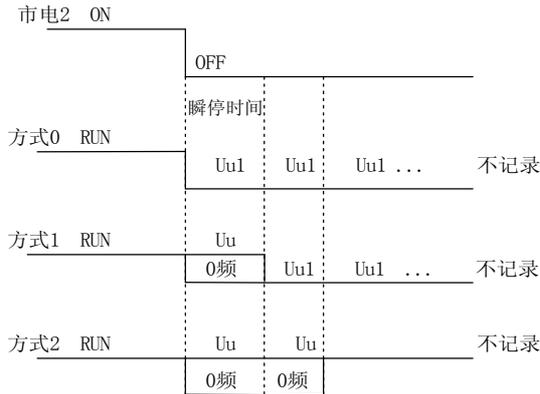

图 5-1-7 瞬停处理
- ◆ 如停机时出现欠压，则只告警 Uu，此时电机启动不起来。如图 5-1-7 所示：
- ◆ 如运行时出现欠压，报 Uu 或 Uu1，如图 5-1-7 所示；发生 Uu 时，封锁脉冲，进入 0 频运行。恢复，则 Uu 消失；发生 Uu1 时，则停机，如继续降电压至 300V 以下，则不作为故障记录，也不作为故障输出，如恢复，记录 Uu1 故障。